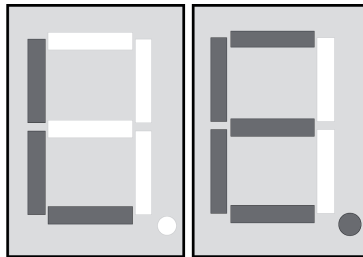

Figura 6: Indicatore **LE** – „Learn“
- Rilasciare un telegramma di apprendimento sul trasmettitore radio desiderato (vedere le istruzioni per l'uso del trasmettitore radio). Azionare i trasmettitori manuali finché sull'indicatore **LE** non compare (figura 6).